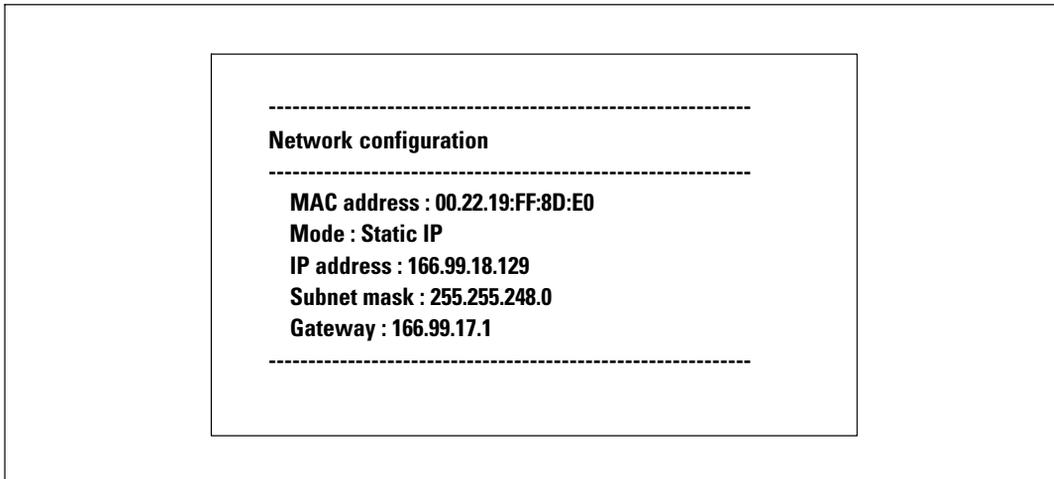

Figure 41. Option Lecture des paramètres du réseau
- Lecture des paramètres du réseau : pour visualiser les paramètres du réseau (voir Figure 41).